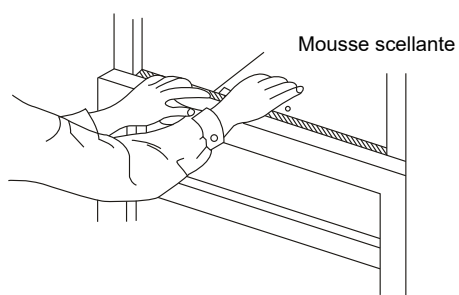

Fig.10
NOTE : Si une contre-fenêtre bloque le climatiseur, voir Fig.10.
- 7** Couper la mousse scellante et l'insérer dans l'espace entre les cadres supérieurs et inférieurs (Fig.10).